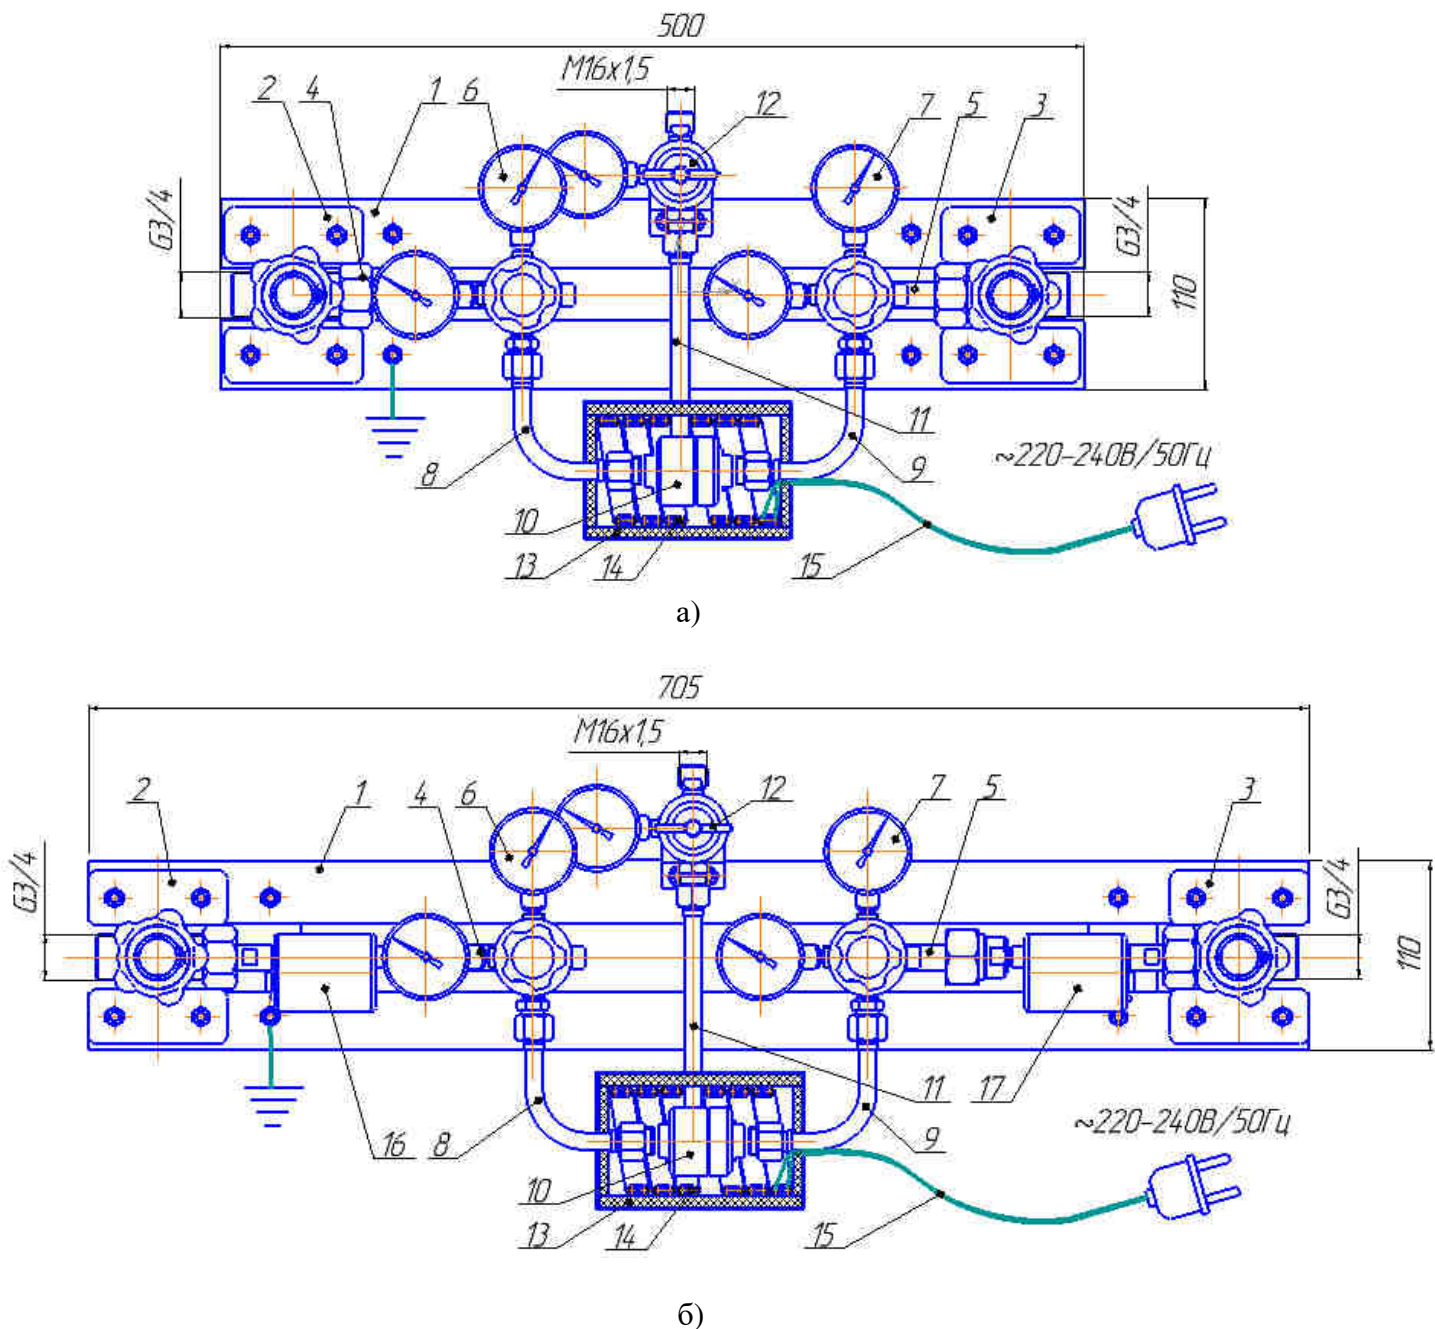

Рис.1 Щит автопереключения плеч перепускных газовых рамп.
4.2.1 В зависимости от условий эксплуатации щиты выполняются без подогрева газа (Рис.1а) или с установкой универсальных подогревателей газа 16,17 расположенных между запорными клапанами 2,3 и редукторами 6,7, а также дополнительным подогревом пневмопереключателя 10 посредством нагревательного саморегулирующего кабеля 14, расположенного внутри термооболочки 13. (Рис. 1б).